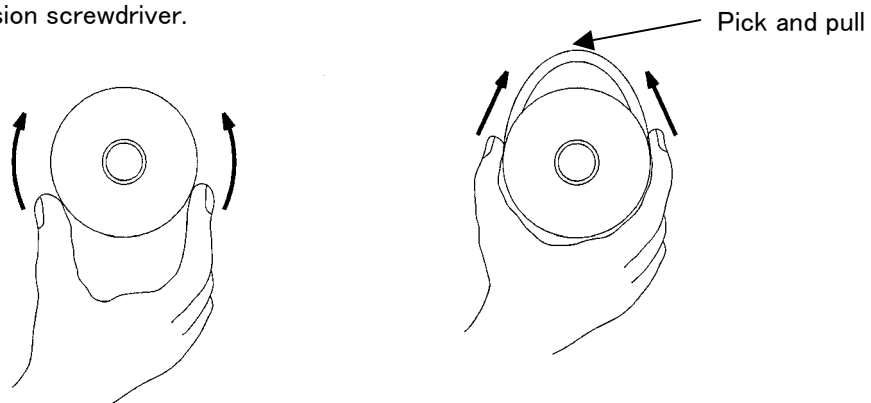

Fig 9
③Piston packing【Fig 9】
④ Tube gasket【Fig 9】